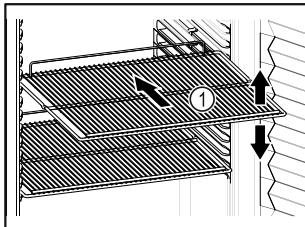

Fig. 62 Eksempelfremstilling
- Hvis oppbevaringshyllene Fig. 62 (1) kan flyttes, juster etter høyden.